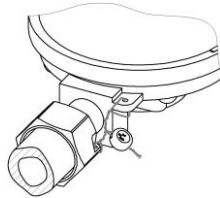

Рисунок 2
5.13.1 Установить счетчик на вертикальном или горизонтальном участке газопровода (рисунок 2).